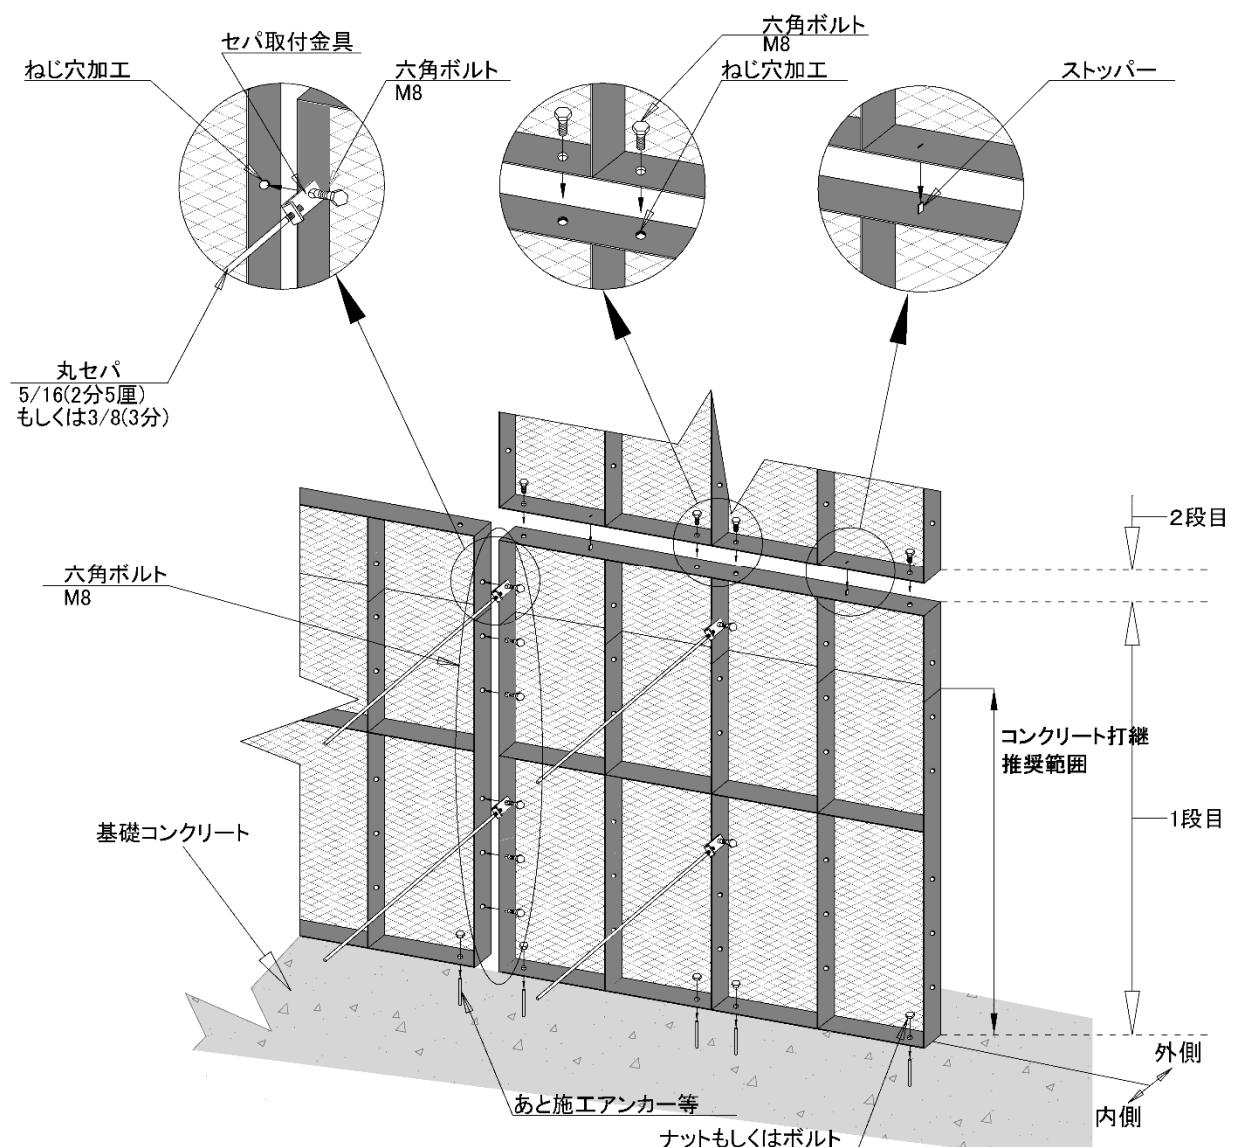
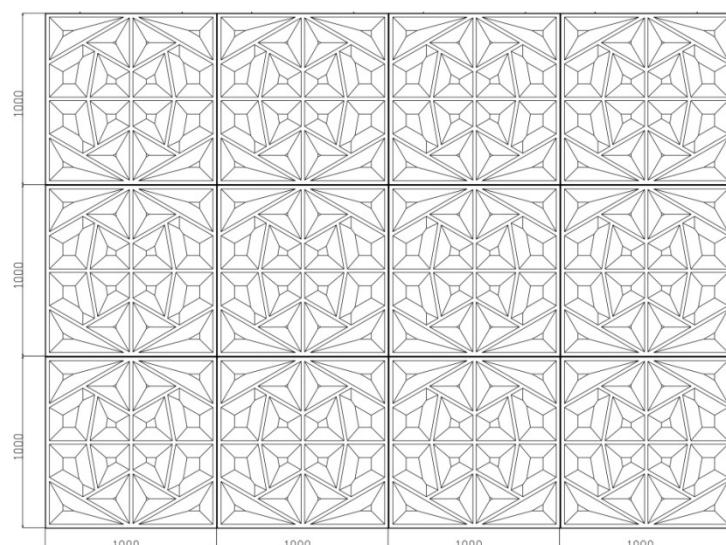

図2. デコメッシュAタイプ(DM10-100)及びデコメッシュBタイプ(BM10-100)組立要領
図3. デコメッシュAタイプ(DM10-100)標準配置例
Aタイプ・Bタイプの組立要領を図2、および標準配置例を図3に示す。
- ・ 横の連結はすべての穴を、六角ボルトで固定する(図 2)。
- セパ取付金具と丸セパ等により、必ず横連結部を含む縦横 0.5m 程度のピッチで必ず反力を取る。また錆の原因となるため、デコメッシュ本体には直接溶接はしない(図 2)。